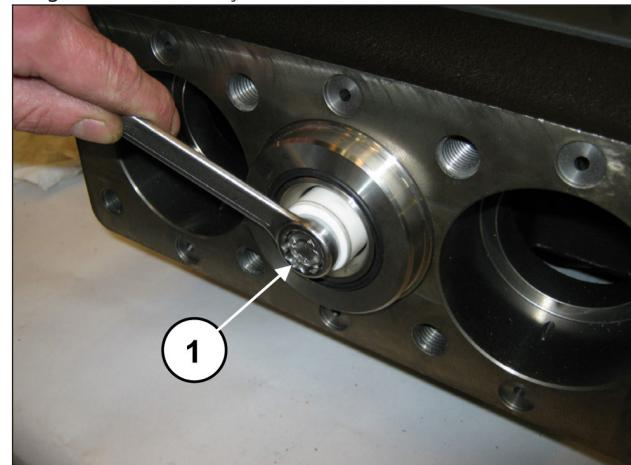

Fig. 168
Providencie a desmontagem dos pistões, soltando os parafusos de fixação (pos. ①, Fig. 168).